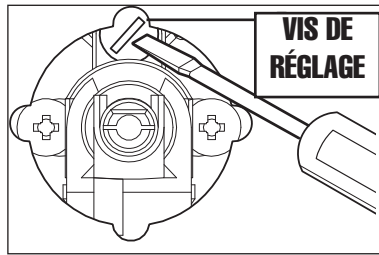

Figure 14a
2. Retirer la poignée de la tige d'admission de gaz correspondante et insérer un tournevis dans la vis (fig. 14a, 14b DUAL).